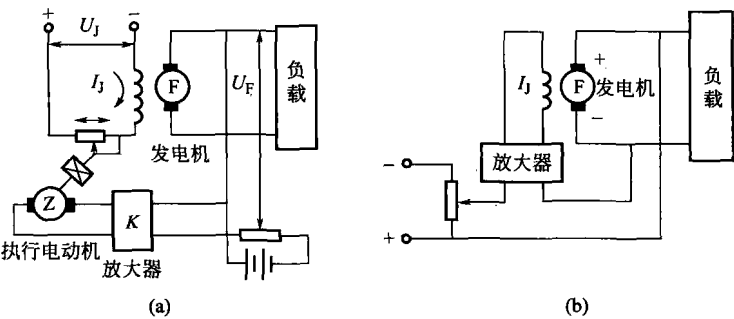

图 1-18 电压调节系统工作原理图
13. 图 1-18(a)、(b) 所示的系统均为电压调节系统。假设空载时两系统发电机端电压均为 110V，试问带上负载后，图 1-18(a)、(b) 中哪个能保持 110V 不变，哪个电压会低于 110V？为什么？